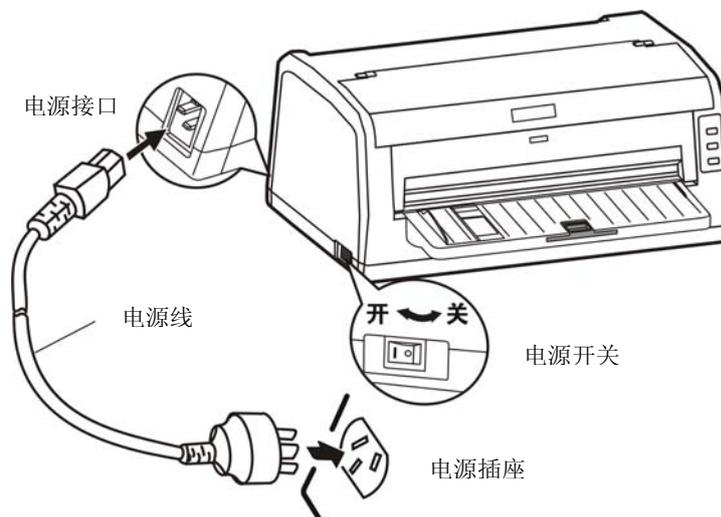

图 2-14 连接电源线
1. 如图 2-14 所示，确保打印机为关机状态（当开关被按下的一侧在“O”标注处时为关机状态）。